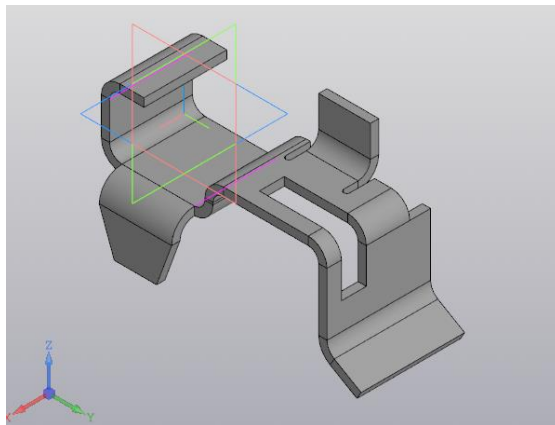

Рисунок 36.
1. Создание листовой детали (рисунок 36).